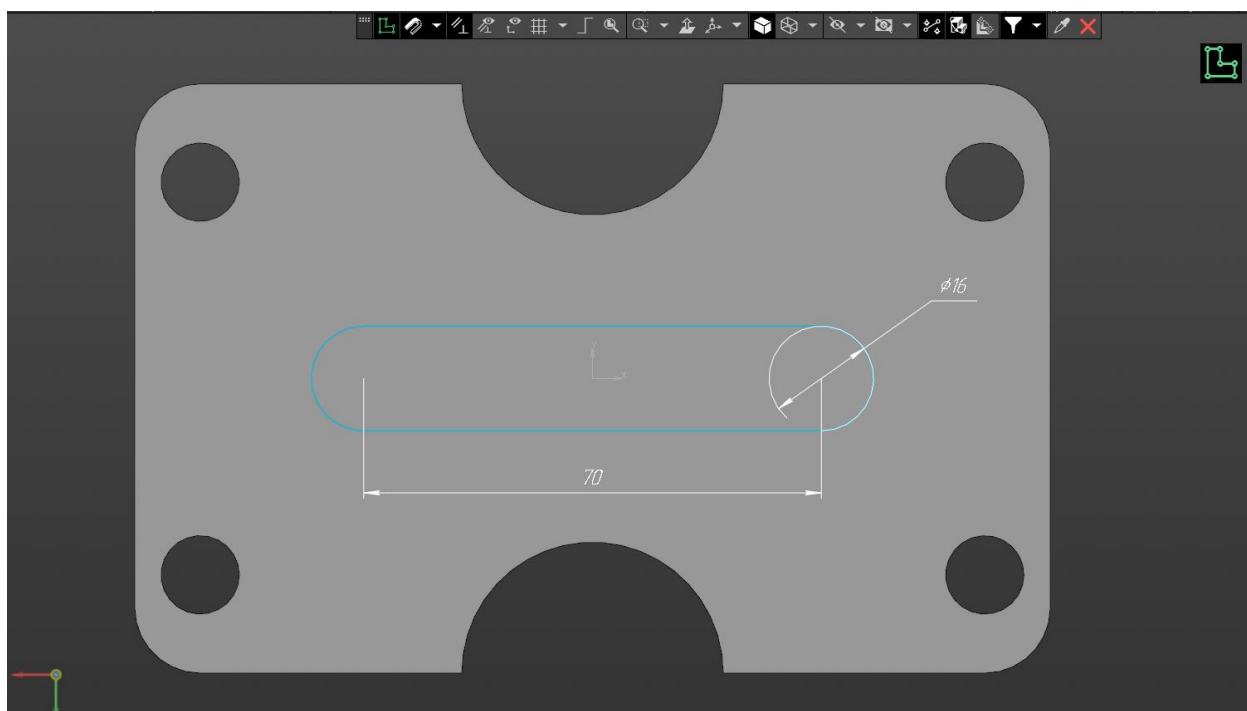

Рис. 7. Эскиз на дополнительной плоскости.
6. На полученной плоскости строим эскиз (Рис. 7.)